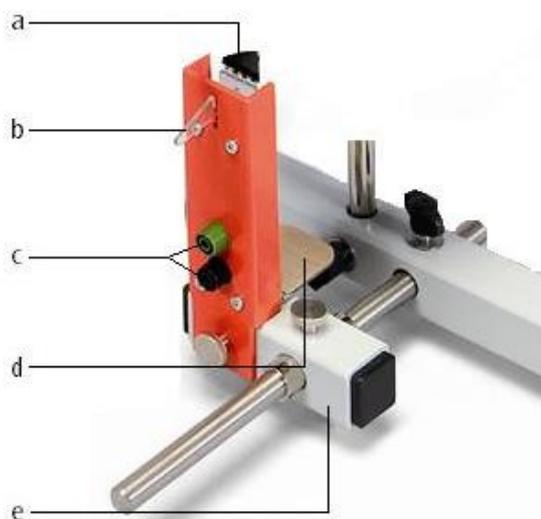

Fig. 1 Montaggio dell'unità Start/Stop: a Indicatore, b Leva di sgancio, c Jack per lo starter, d Console per sensore di riflesso laser, d Tubo di supporto
6.1 Montaggio (ved. Fig. 1 e 2)
Con l'unità Start/Stop ed il sensore di riflesso laser si possono eseguire misurazioni esatte di segmenti angolari definiti (ved. Fig. 1). Azionando la leva (8) si ottiene lo sblocco meccanico del disco rotante con contemporanea apertura di un contatto di commutazione tra jack (6) ed inserimento della misurazione del tempo. Il sensore di riflesso laser consente un bloccaggio senza contatto e senza ritardi del processo di misurazione del tempo.